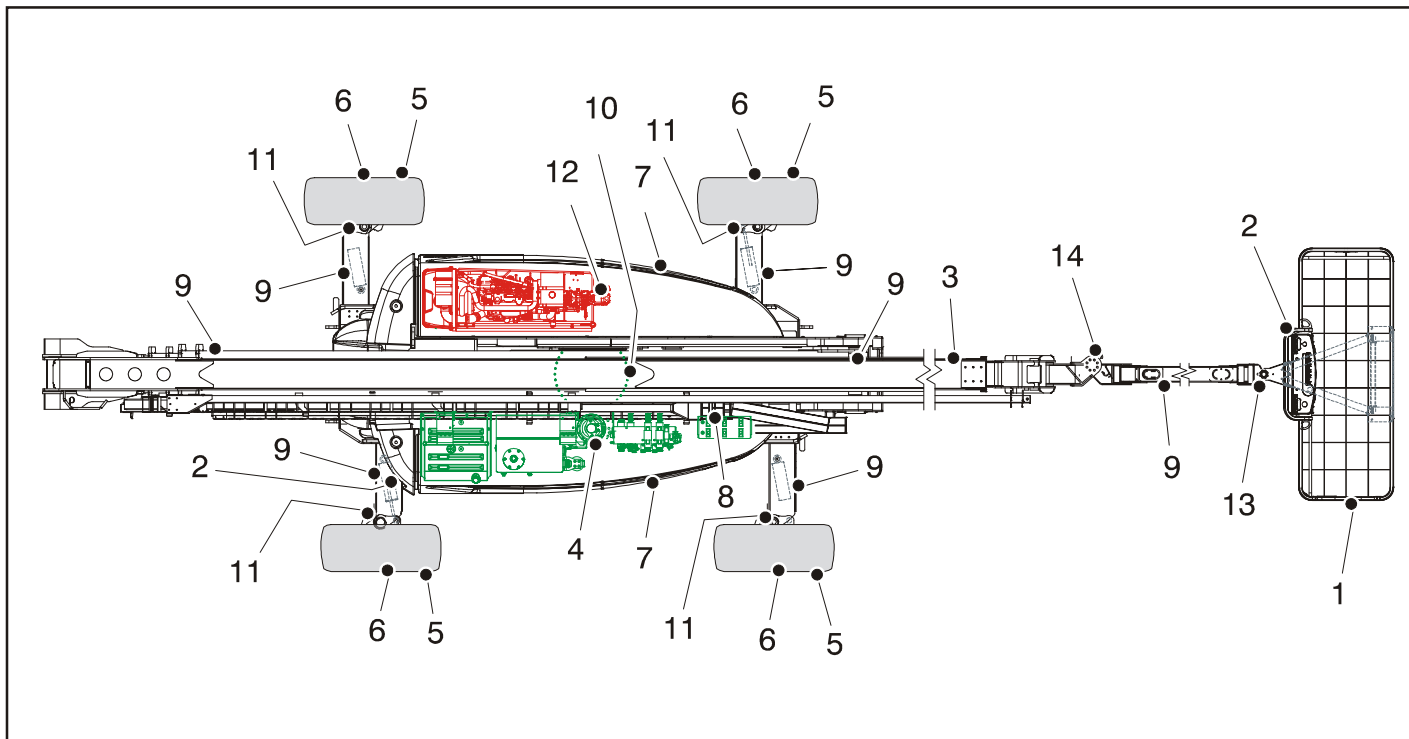

Figura 2-2. Inspección visual diaria - Hoja 1 de 2
5. **Inspección visual** – Consultar la Figura 2-2.